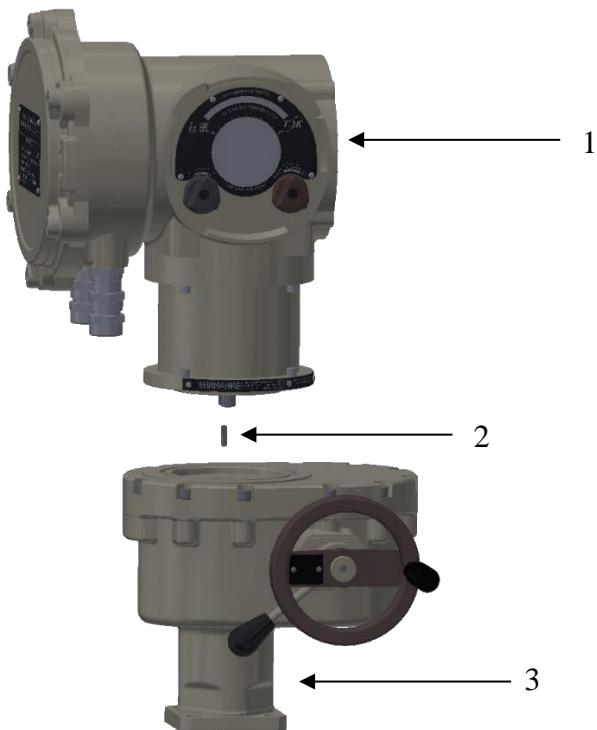

Рисунок 24 – Порядок замены редуктора
- с помощью шпонки (поз.2) Рис.24.
- В случаестыковки с помощью шпонки (рис. 24):